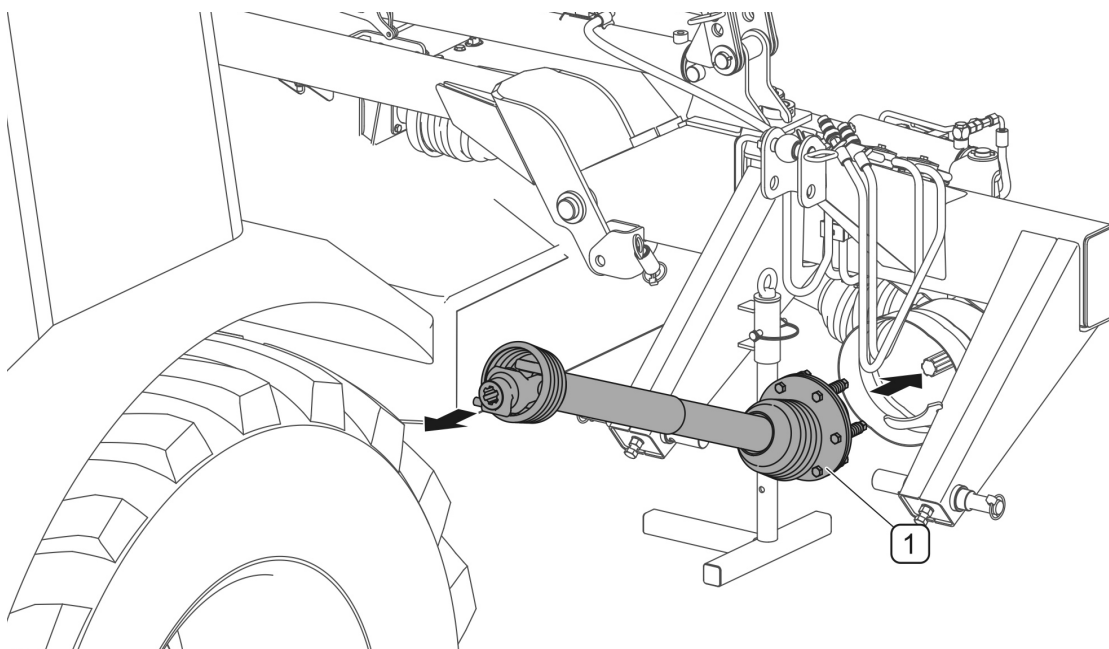

РИСУНОК 4.8 Подсоединение телескопического карданного вала
Телескопический карданный вал, соединяющий ВОМ трактора с угловой передачей косилки, оснащен предохранительной нереверсивной муфтой. При подсоединении телескопического карданного вала конец вала с муфтой (1) необходимо подсоединить к передаче косилки (РИСУНОК 4.8).